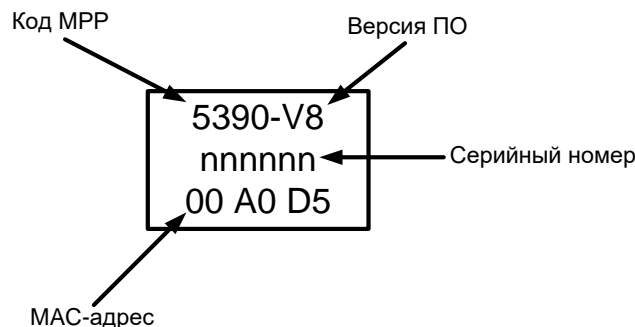

Рисунок 5 - Шильдик на плате MPP
- Поле **«MAC адрес»** содержит уникальный трехбайтовый код, который присваивается MPP на этапе производства. Значение MAC-адреса указано на шильдике, который приклеен на лицевой стороне платы (см. рисунок 5);